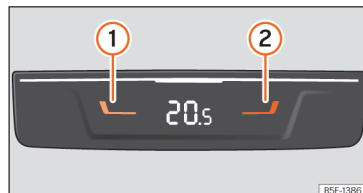

Abb. 112 In der Mittelkonsole hinten: Bedienelemente für die Mitfahrer auf den hinteren Sitzen.
- Drücken Sie die Tasten ① und ②
- »» [Abb. 112], um die Temperatur für die hinteren Sitzplätze einzustellen.